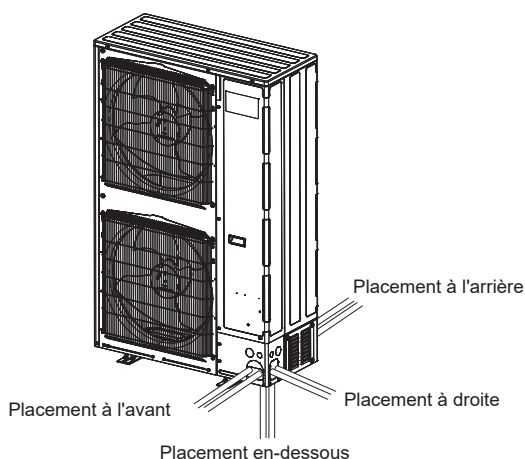

Fig. 4-11
- ① Effectuer les raccordements des tuyaux de réfrigérant de l'appareil intérieur/extérieur lorsque la vanne d'arrêt de l'appareil extérieur est complètement fermée.
- ② Faire le vide d'air de l'appareil intérieur et des tuyaux de raccordement.
- ③ Fixez les cache-tuyaux avant et arrière de manière à ce qu'ils correspondent à chacune des directions par lesquelles passe la tuyauterie. (Fig. 4-11)
- Lorsque vous acheminez les tuyaux à l'aide d'un cache-tuyau, découpez l'orifice défonçable dans le cache-tuyau (② ou ③) en suivant la rainure, et enveloppez les tuyaux. (Fig. 4-11)